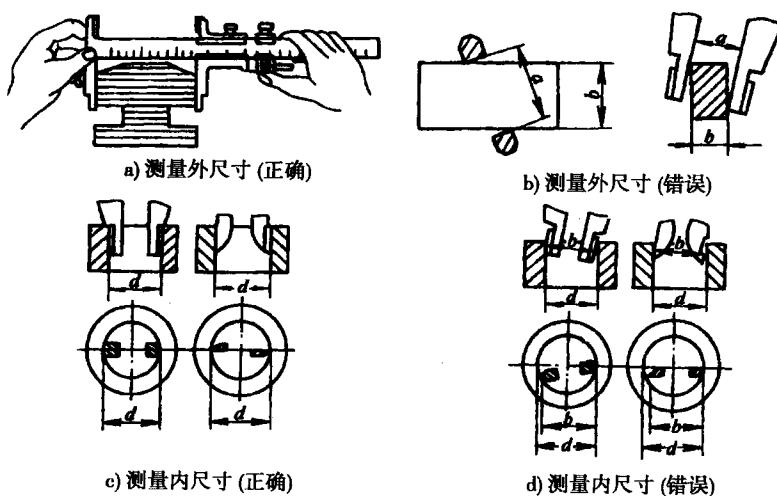

图 1-1-5 测量外尺寸和内尺寸
(1) 使用前擦净量爪，检查量爪及刀口是否完好，两量爪合并时是否漏光，尺身和游标的零线要对齐。
(2) 测量内、外尺寸时，量爪应慢且轻地接触测量表面，卡尺不能偏斜，如图 1-1-5 所示。
(3) 读数时，人的视线尽可能与游标卡尺的刻线表面垂直，将游标卡尺置于水平位置，以免视线歪斜造成读数误差。